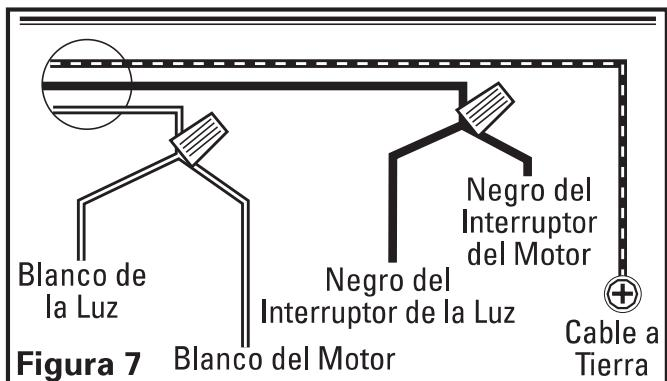

Figura 7
- Conecte los 2 cables Blancos sueltos de la campana de extracción al cable Blanco del suministro, y los 2 cables Negro sueltos de la campana de extracción con el cable Negro del suministro. Conecte el cable a tierra (verde o descubierto) del suministro con el tornillo verde a tierra de la campana. Use métodos aprobados para todas las conexiones (**Figura 7**).